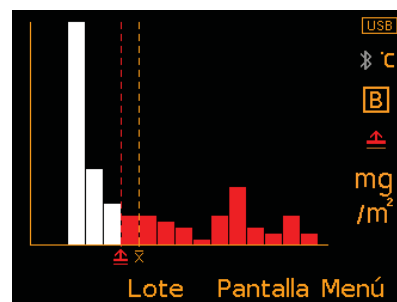

Fig. 6: Gráfico de distribución
- **Gráfico de distribución (Fig. 6);** ofrece una representación visual de la distribución de una lectura de perfil de contaminación salina en relación con el nivel de contaminación medio y el límite, si se ha establecido.